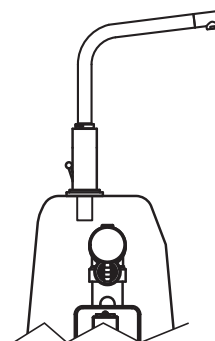

Figure 5
- Consulter les instructions du fabricant de robinetterie pour déterminer la grosseur des trous à percer, la position et la plomberie appropriée. Prendre en considération le positionnement de la robinetterie et du manifold avant de percer le couvercle (Fig. 5)
- Refer to the manufacturer's faucet instructions for hole size, position, and appropriate plumbing. Take into consideration the positioning of the faucets and the location of the manifold before drilling the cover (Fig. 5)